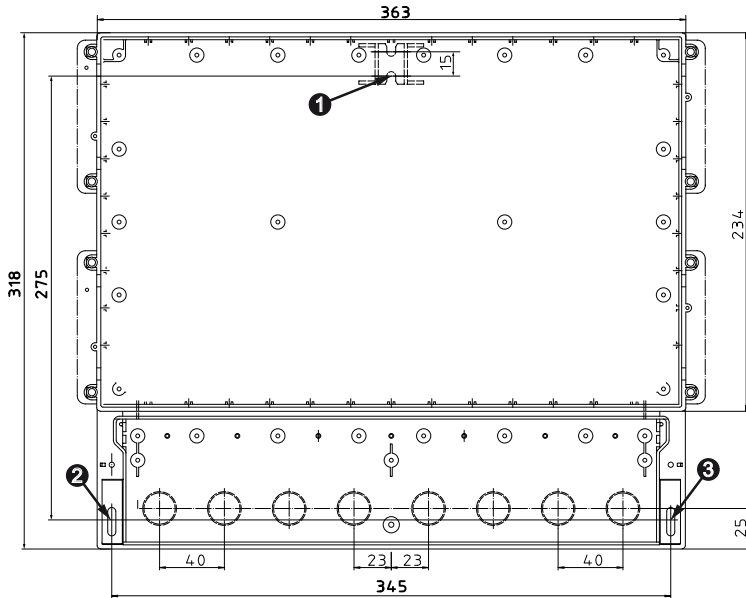

Abb. 5: Rückseite des Geräts mit Montageöffnungen oben ❶ und unten ❷ ❸
2. ➞ Schraube für die obere Montageöffnung ❶ (Abb. 5) eindrehen, sodass der Schraubenkopf einen Abstand von 4 mm zur Montagefläche hat.
4. ➞ Untere Montageöffnungen ❷ und ❸ durch das Gehäuse hindurch anzeichnen.
6. ➞ Gerät an oberer Montageöffnung ❶ einhängen und mit den Schrauben durch die unteren Montageöffnungen ❷ und ❸ fixieren.